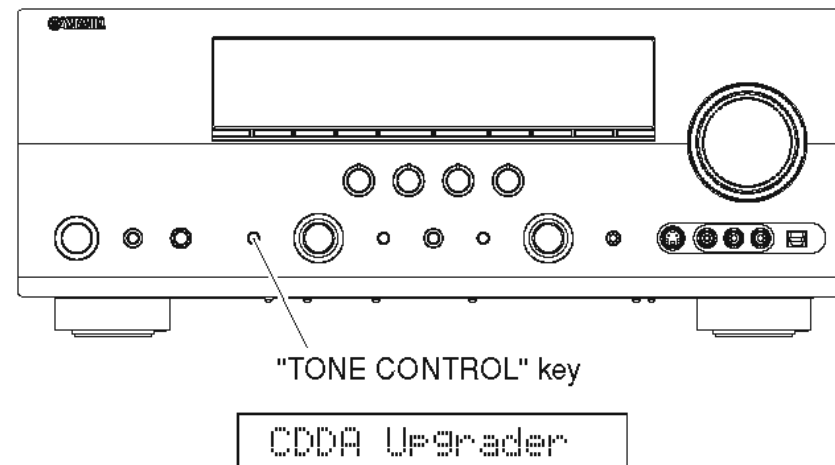

Fig. 2
2. While pressing the "TONE CONTROL" key of this unit, connect the power cable of this unit to the AC outlet. (Fig. 2)
The FIRMWARE UPDATE mode is activated and "CDDA Upgrader" is displayed. (Fig. 2)
2. 本機の"TONЕ CONTROL"キーを押しながら、本機の電源コードをACコンセントに接続します。(Fig. 2)
FIRMWARE UPDATEモードが起動し、"CDDA Upgrader"が表示されます。(Fig. 2)